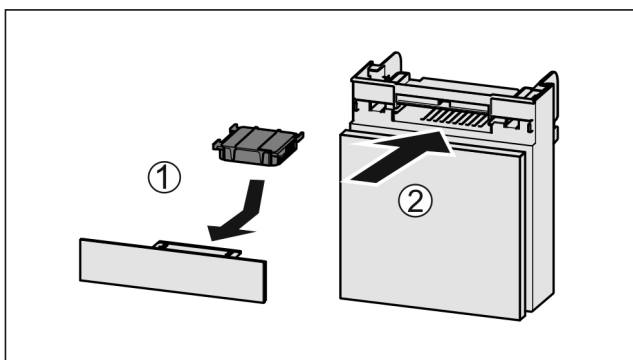

Fig. 124
- ▶ Filtr s aktivním uhlím vložte podle vyobrazení Fig. 124 (1).
- ▶ Zásuvku zasuňte Fig. 124 (2).